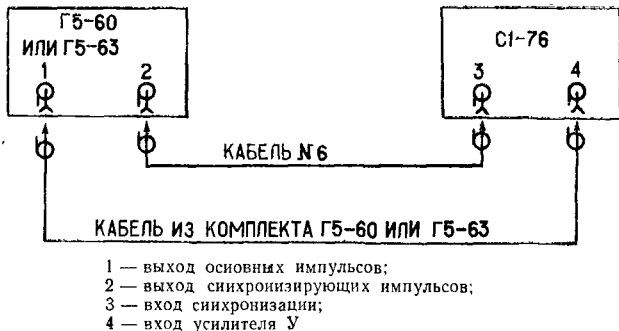

Рис. 10.
13.4.3д. Определение времени нарастания переходной характеристики производится путем подачи на вход осциллографа испытательного импульса от генераторов Г5-60 и Г5-63 (рис. 10) длительностью 5 μs положительной и отрицательной полярности, задержанного по отношению к запускаящему импульсу на 2 μs , с периодом повторения 0,1 *ms*.